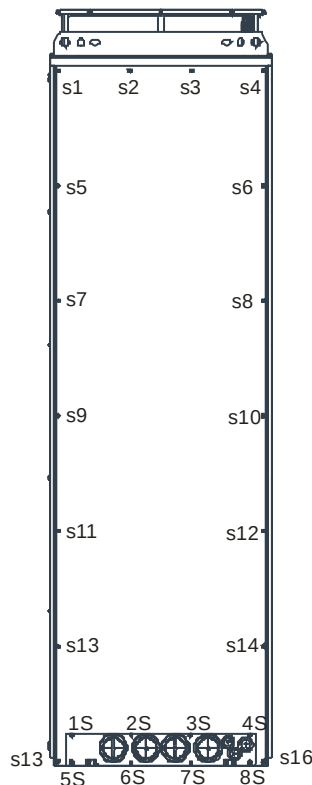

图 2-5
2. 安装时, 请依照图 2-5 及 2-6(a)(b)所示, 将各固定孔位及距离, 确实固定封装完善。
Note 2: 背后底座固定孔③④使用前, 需先将背后下方配线孔板如图 2-5 中 1S~8S, M5 共 8 颗, 拆卸后, 才能固定③④。完成后, 请再将配线孔板锁回原来的位置。螺丝扭力: 24~26kg-cm [20.83~22.57lb.in](2.35~2.55N.m)。
Note 3: 若背后下方配线孔板, 不易施工时, 请再将背板拆卸, 如图 2-5 中 s1~s16 自攻螺丝 M5 共 16 颗, 完成后, 请将背板及配线孔板锁回原来的位置。螺丝扭力: 24~26kg-cm [20.83~22.57lb.in](2.35~2.55N.m)。